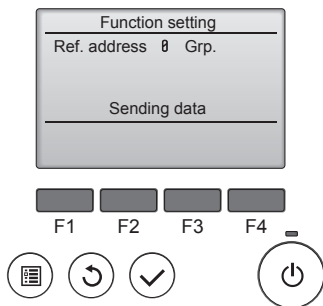

Fig. 6-15
⑤ (Fig. 6-15)
① Aceder ao modo de selecção da função